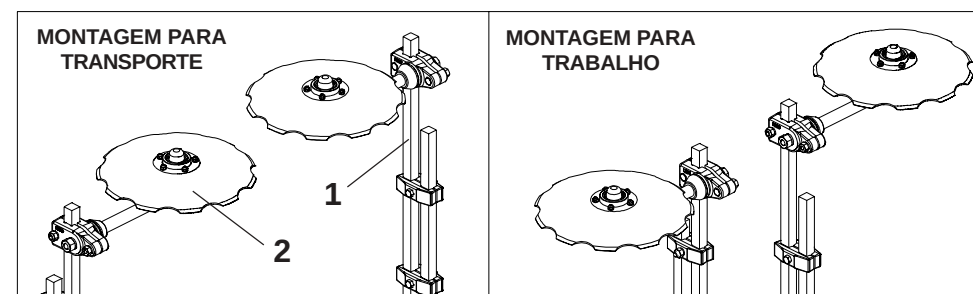

FIGURA 18
- As semeadoras, saem de fábrica com os marcadores de linha (1) montados. Os discos (2), são montados inversamente aos seus respectivos marcadores para evitar riscos de acidentes no transporte da sementeira, **conforme mostra a figura 18.**